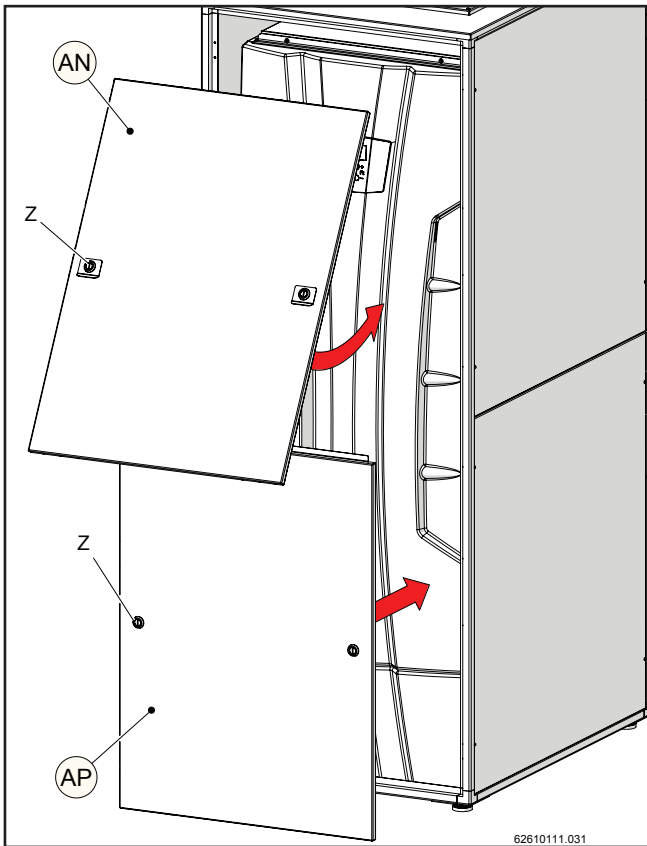
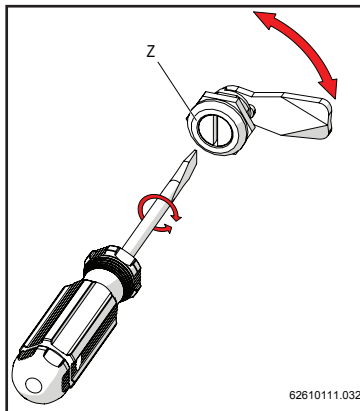

Figure 15-67
Figure 15-69
- 17.- Appliquer les couvertures (AP) (avant) et (AN) (après), comme dans les figures 15-67 et 15-68 et les fixer à la structure en ajustant sur les serrures "Z" avec un tournevis à tête plate (figure 15-69).